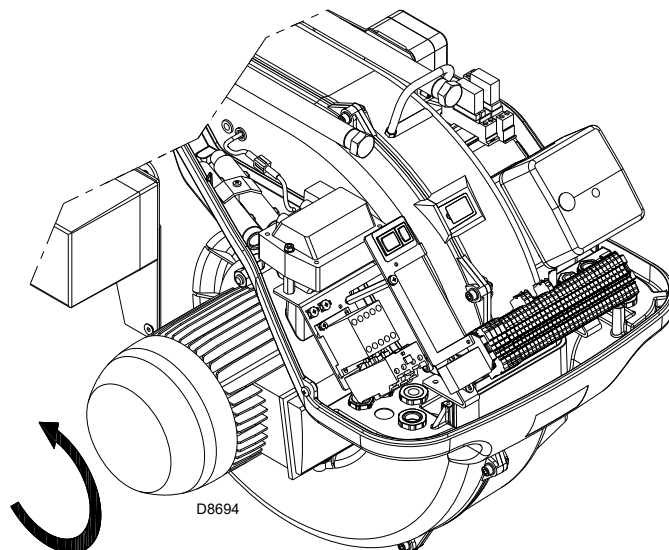

Fig. 29
- contrôler le sens de rotation de la turbine du ventilateur par le viseur de flamme (Fig. 29);
- contrôler le sens de rotation du moteur ventilateur comme sur la Fig. 29.